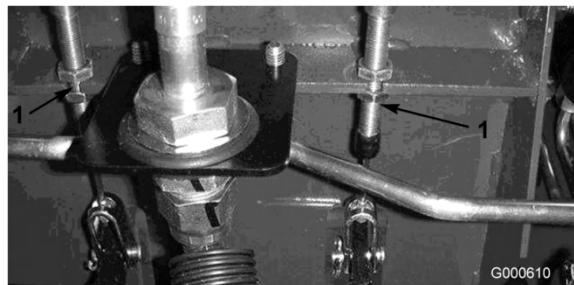

図 52
- A. ブレーキ・ケーブル（図 52）の端にある前ナットをゆるめる。